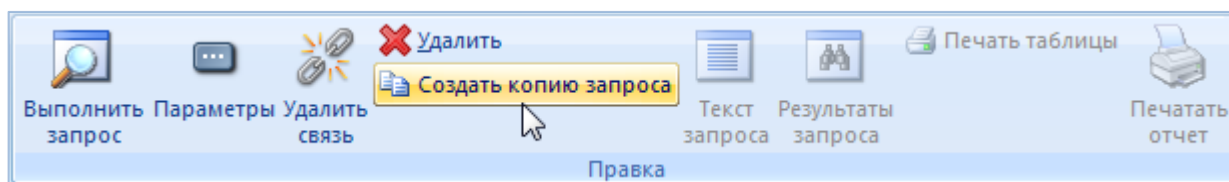

Рис. 7-14 – Кнопка «Создать копию запроса» панели «Правка»
- 2) Выбрать запрос и нажать кнопку «Создать копию запроса» панели «Правка» (рис. 7-14).